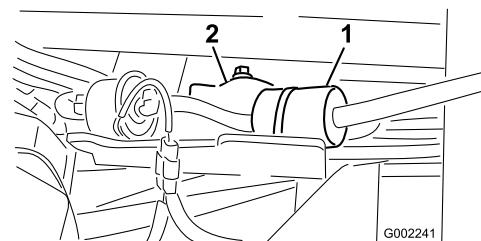

図 45
4. 古いフィルタのクランプをゆるめて脇に寄せる(図 45)。